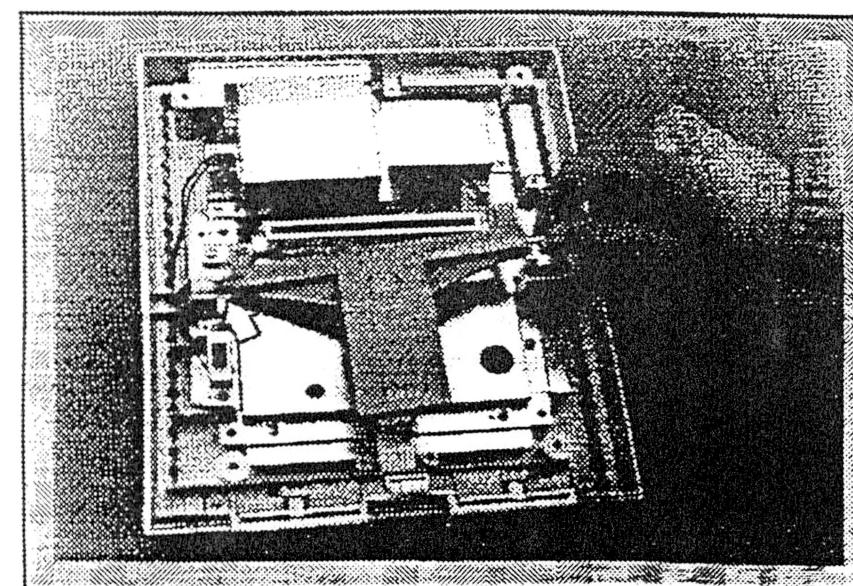

Fig. 6
3. **Mecanismo Ejector do Cartucho:** Levante a barra do ejector que apóia o mecanismo, para o seu lado, e puxe-o então para fora para direita. Levante o mecanismo para fora da unidade (Fig. 6).